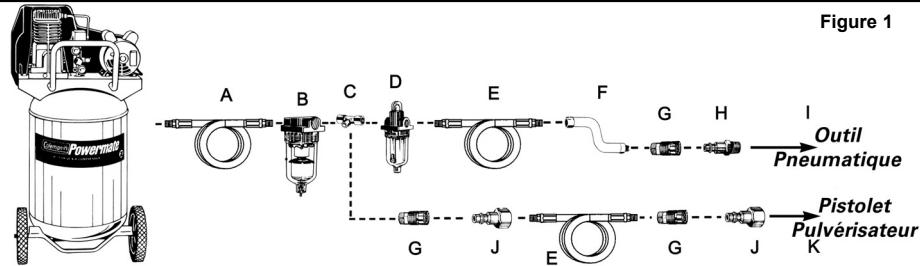
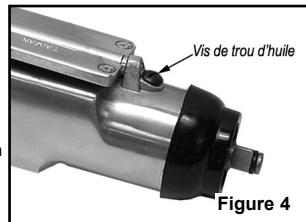

Figure 1
Figure 4
7. Branchez l'outil au raccord rapide du tuyau d'air. **REMARQUE : Il est recommandé d'utiliser un tube flexible à raccordement à pivot (P012-0079SP - non inclus) afin d'empêcher que le tuyau d'air ne s'entortille ou ne se plie et de prévenir son usure excessive (voir l'élément F de la Figure 1 pour les connexions recommandées).**
Pour conserver le rendement optimal du moteur pneumatique, il faut le lubrifier à chaque utilisation. Des résidus de poussière, de saleté et d'huile se logeront à l'intérieur de l'outil et en réduiront le rendement. Un huilier sur canalisation est recommandé pour lubrifier automatiquement l'outil de façon adéquate (voir Figure 1). Si ce dispositif n'est pas disponible, il est possible de lubrifier l'outil manuellement par l'orifice d'admission (voir Figure 4).
2. Retirez la vis du trou d'huile situé devant le commutateur de marche avant-arrière (voir Figure 4).